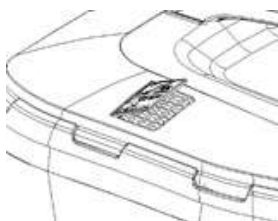

Рис. 13
- В процессе работы, пока травосборник не заполнен, флажок индикатора приоткрывается (рис. 13).